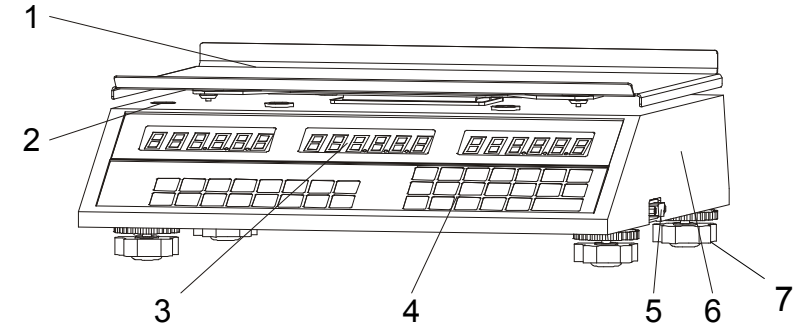
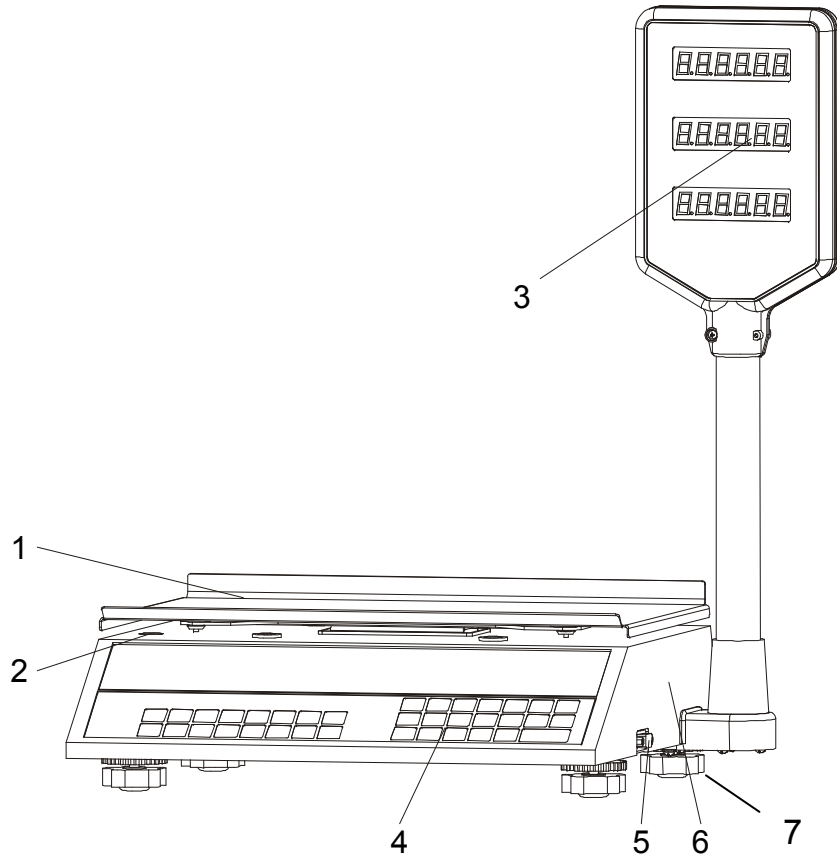

Рис. 1. Весы торговые электронные "Меркурий 314".
Рис. 2. Весы торговые электронные "Меркурий 315".
2.3.1. Общий вид весов «Меркурий 314» приведен на рис. 1, а «Меркурий 315» на рис. 2.